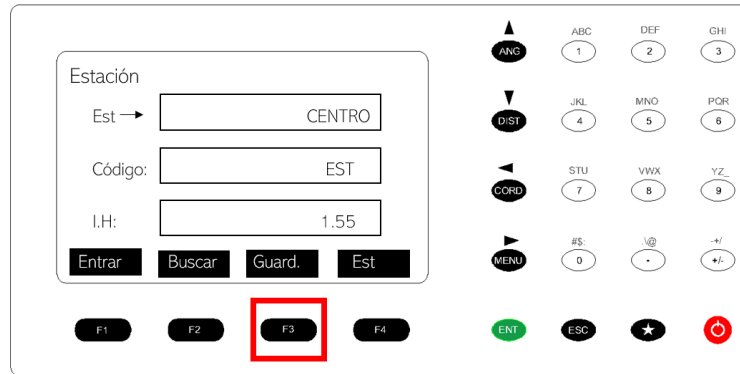

Figura 19. Comandos de la estación total.
22. Presionar F3 Guard. Figura 19.